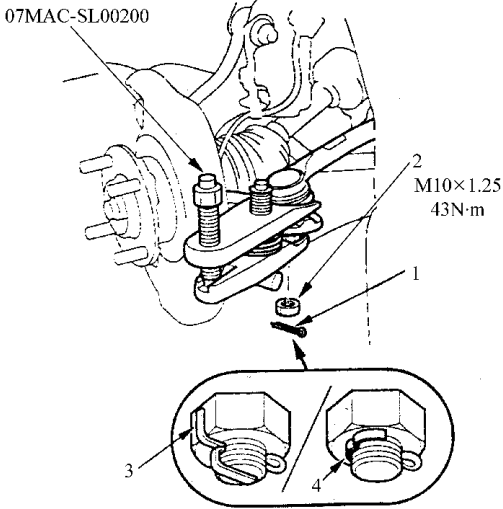

图 6-18 拆卸转向横拉杆球头上的开口销
- 9) 如图 6-18 所示，拆卸转向横拉杆球头上的开口销，并松开螺母。在安装过程中，将新螺母拧紧至规定扭矩，然后，插入新的开口销，将其弯曲。